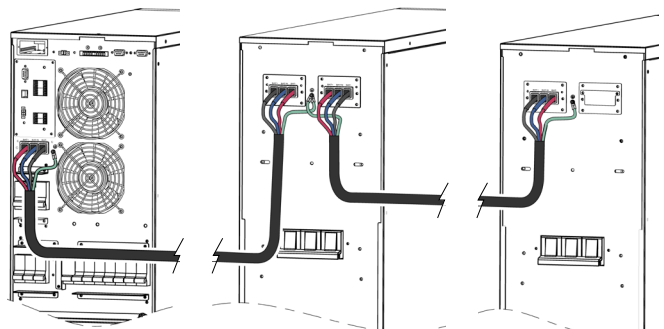
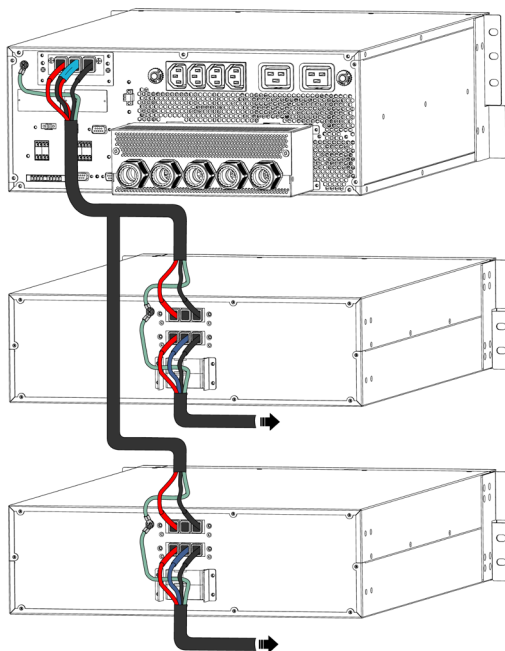

Fig. 42. Connexion entre l'onduleur et une ou plusieurs armoires de batteries.
Fig. 44. Raccordement entre l'onduleur version rack 15 et 20 kVA et une ou plusieurs armoires batteries.
- L'armoire de batteries est reliée à l'onduleur à l'aide du tuyau de câbles fourni avec chaque armoire de batteries, en connectant une extrémité aux terminaux de l'onduleur et l'autre aux terminaux du module de batteries, en respectant la polarité indiquée sur l'étiquetage de chaque élément et dans ce mode d'emploi. La connexion doit respecter la couleur de câbles : une couleur de positif de l'onduleur au positif de l'armoire de batteries ; une autre couleur de négatif de l'onduleur au négatif des batteries ; une couleur de neutre de l'onduleur à la prise moyenne de batteries (N). Utiliser un câble vert-jaune pour interconnecter les prises de terre, voir Fig. 42. Les Fig. 8, Fig. 9 et Fig. 10 illustrent plus en détail les connecteurs de batteries et leur terre respective.
- Pour les autonomies étendues comprenant **plusieurs modules ou armoires de batteries**, la connexion sera toujours en parallèle entre eux et l'équipement (voir Fig. 42 à Fig. 44).